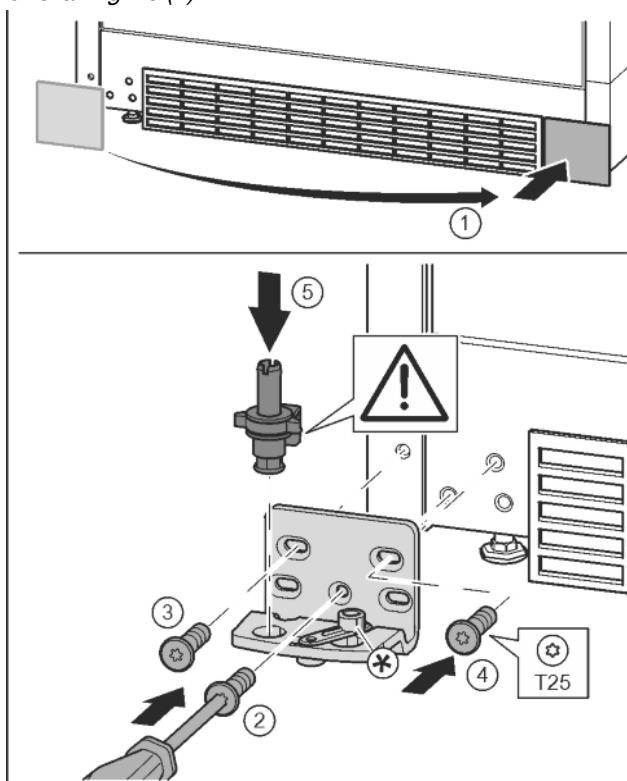

Fig. 16
- Sejměte kryt a připevněte jej na druhé straně. Fig. 16 (1)
- Nasad'te stojan ložiska na druhé straně a přišroubujte pomocí šroubováku T25. Začněte šroubem 2 dole uprostřed. Fig. 16 (2)
- Pevně utáhněte šroub 3 a 4. Fig. 16 (3, 4)
- Zcela vložte ložiskový čep. Přitom dávejte pozor, aby zajišťovací vačka směřovala dozadu. Fig. 16 (5)